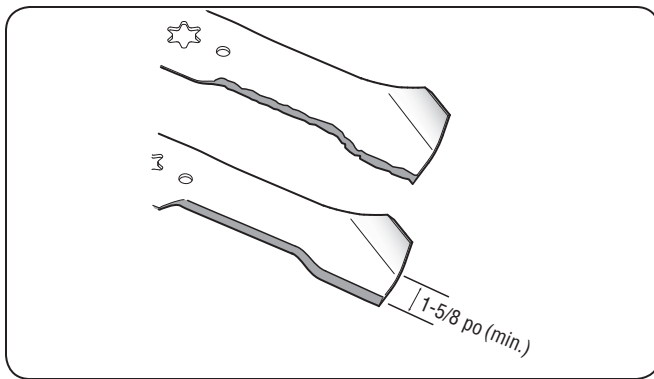

Figure 7-7
4. Pour aiguiser les lames, la même quantité de métal des deux extrémités des lames sur le côté tranchant. Aiguiser le bord tranchant sur toute sa longueur, parallèlement au bord arrière, soit à un angle de 25° à 30°. Voir la Figure 7-7.